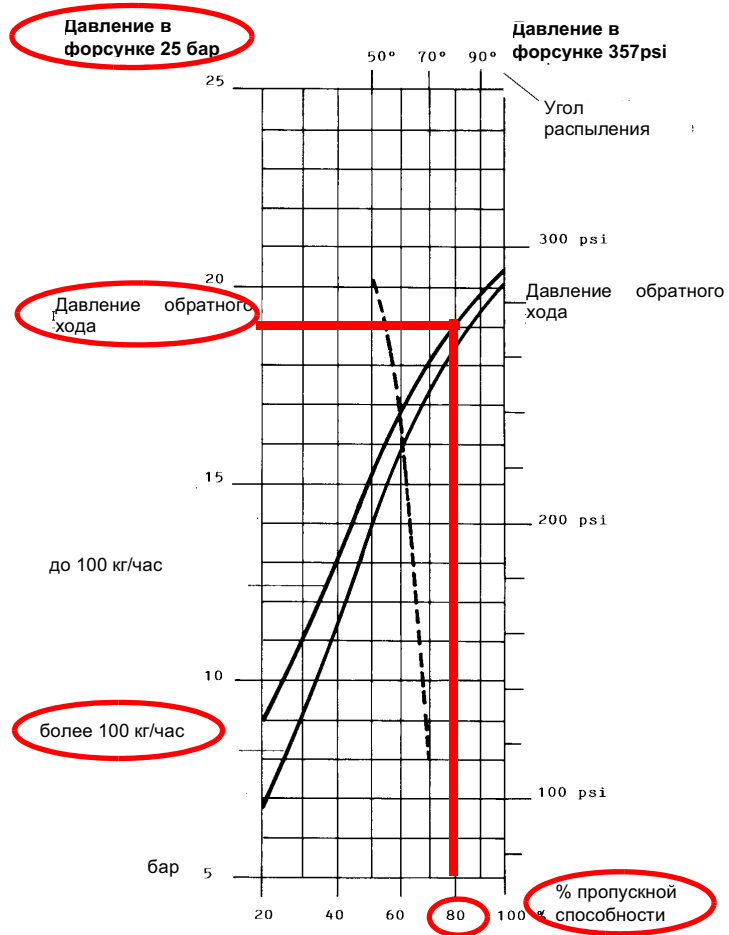
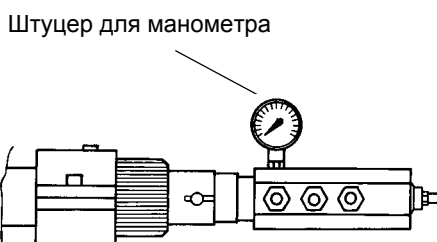
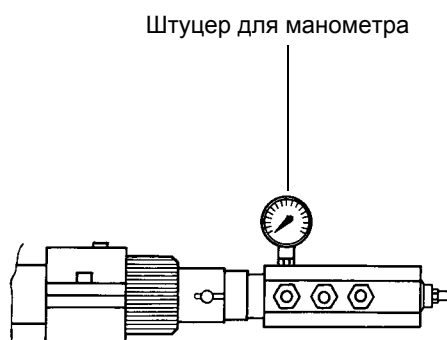

Рис. 28
Рис. 30
Рис. 32
Расход мазутного топлива регулируется за счет выбора форсунки (противопоточного типа), соответствующего мощности котла и типу применения размера, а также регулировки давления на прямом и обратном ходе жидкого топлива, согласно данных, указанных в таблице и на графике на Рис.28 (для считывания давления - читайте последующие параграфы).
Пример : 80% номинального расхода на форсунке можно получить, если установлены форсунки с расходом более 100 кг/час, при давлении на обратном ходе примерно равном 18 бар (см. график на Рис. 28).
- 9 Давление питания форсунки уже отрегулировано заранее на заводе-изготовителе и не должно изменяться. Только в случае необходимости, отрегулировать давление питания (см. соответствующий параграф) следующим образом: установить манометр в положение, указанное на Рис. 30, воздействовать на регулировочный винт VR насоса (см. Рис. 29) до получения на форсунке давления в 25 бар (форсунки Fluidics - см. график на Рис. 28);
- 13 Сместить кулачок **V** (малое пламя на мазутном топливе) в сторону минимальной мощности, с тем, чтобы сервопривод начал закрываться, до тех пор, пока два подшипничка не совместятся с регулировочным винтом, относящимся к самой низкой точке: закручивать винт **V2** для увеличения расхода, откручивать - для уменьшения, с целью получения значения давления, как на графике на Рис.28, на основании требуемого расхода.
Давление питания форсунки уже отрегулировано заранее на заводе-изготовителе и не должно изменяться. Только в случае необходимости, отрегулировать давление питания (см. соответствующий параграф) следующим образом: установить манометр в положение, указанное на Рис. 32, воздействовать на регулировочный винт **VR** насоса (см. Рис. 29) до получения на форсунке давления в 25 бар (форсунки Fluidics - см. график на Рис. 28);